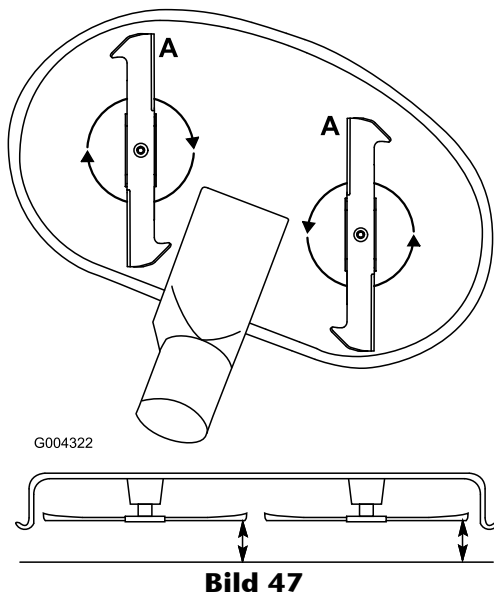

Bild 47
1. Drehen Sie die Schnittmesser, bis die Enden nach vorne und hinten gerichtet sind (Bild 47). Messen Sie von einer ebenen Fläche bis zu den Schnittkante (Position A) der Messer (Bild 47). Notieren Sie diesen Wert.